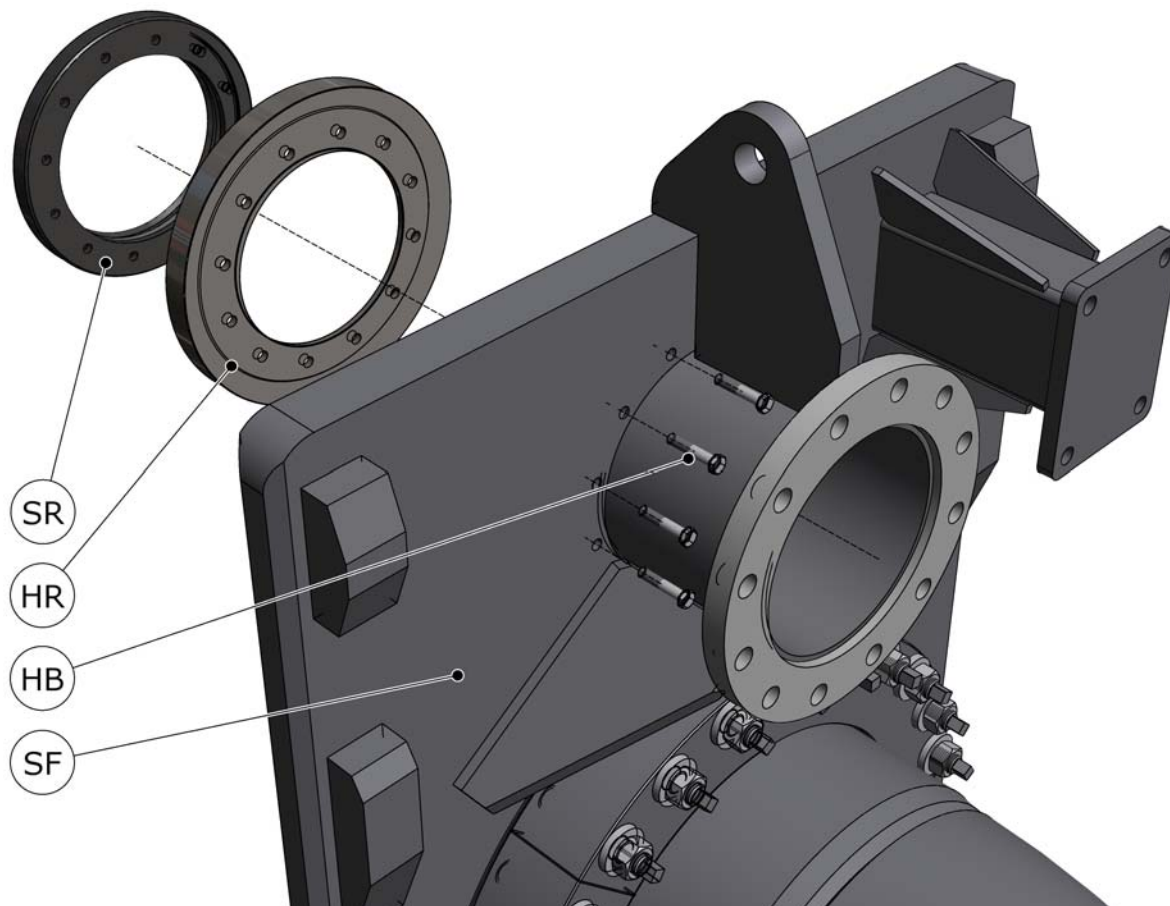

Figure 32 Remplacement de l'anneau d'étanchéité de l'eau de désagrégation
1. Levez la glissière (SF, voir la Figure 32) en position haute dans le bossoir parallèle.